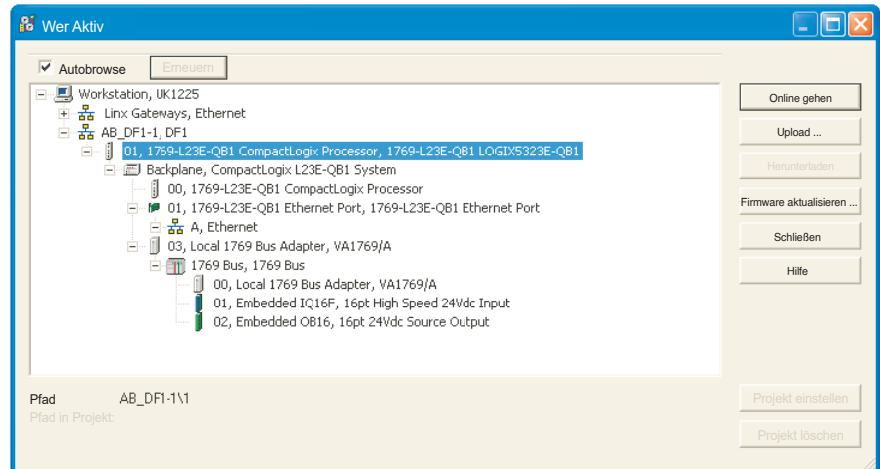

Abbildung 4.3.21f Fenster „Wer Aktiv“
1. Wählen Sie das entsprechende Gerät aus (Abbildung 4.3.21f) und klicken Sie auf „Update Firmware“ (Firmware aktualisieren). Wählen Sie im Fenster „Choose Firmware Revision“ (Firmware-Revision wählen) die neueste Version. Klicken Sie auf „Update“.